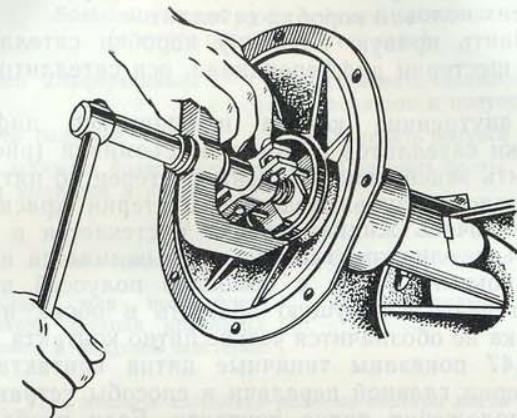

Рис. 148. Выпрессовка наружного кольца подшипника дифференциала
- Выпрессовать наружные кольца подшипников дифференциала из картера и крышки с помощью съемника (рис. 148).